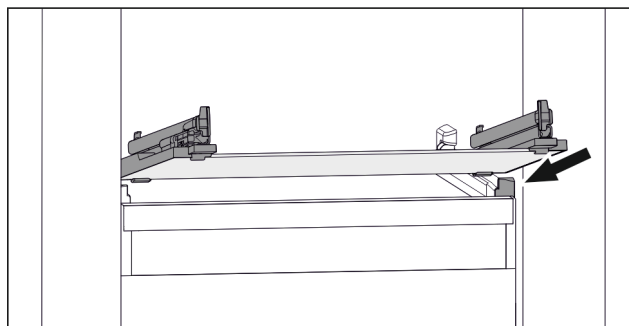

Fig. 38 Exemple de représentation de la tablette en verre
- ▶ Placer la tablette en verre, en l'inclinant, derrière les butées. (voir Fig. 38)